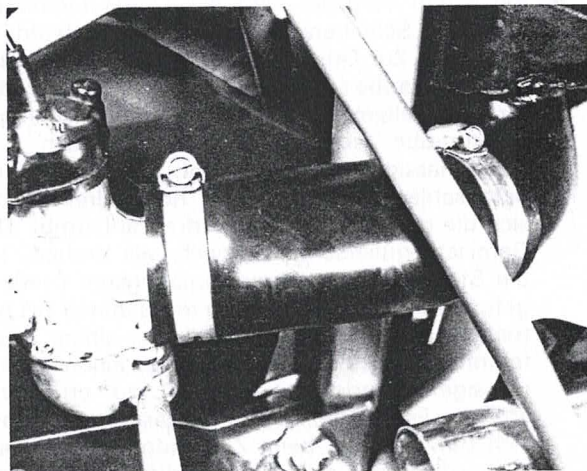

Bild 111
- Der Luftschlauch zum Vergaser darf keine Risse oder Löcher aufweisen, sonst kann Schmutz in den Motor geraten, und das Gemisch kann abgemagert werden (Bild 111). Der Vergaser ist genau auf den Strömungswiderstand des Luftfilters abgestimmt. Deshalb darf der Motor auch nicht mit abgehängtem Luftfilter oder ohne Luftfiltereinsatz betrieben werden. Das Gemisch würde so sehr abgemagert, dass schwere Motorschäden entstehen könnten.